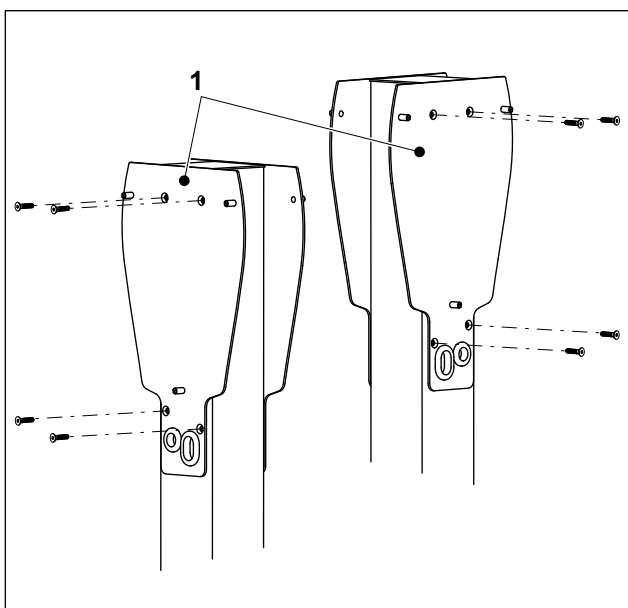

Fig. 5 Fixation des plaques adaptatrices sur la borne
4. Fixer les plaques adaptatrices (fig. 5/1) au moyen des quatre vis à tête fraisée M6x16 fournies sur la borne. Couple de serrage 7 Nm.